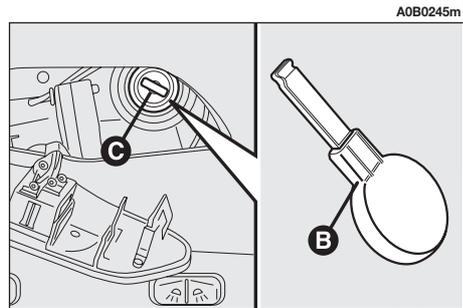

fig. 142
- utilizzando l'apposita chiave (**B-fig. 142**) fornita in dotazione e posta nel cassetto portaoggetti, premere e ruotare la boccola di comando del tetto apribile (**C-fig. 142**) in senso orario per aprirlo e in senso antiorario per chiuderlo.